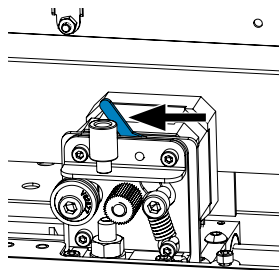

Abb. 25
- ⇒ Stellen Sie den Hebel oben am Extruder nach links (Abb. 25).